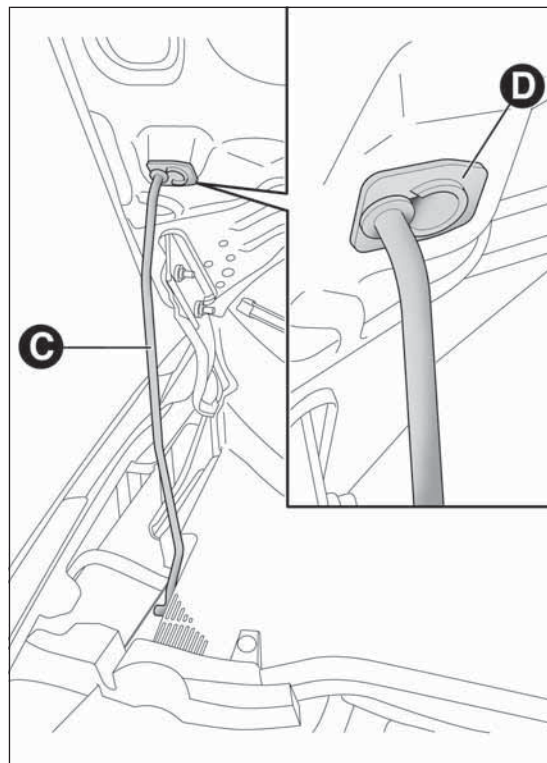

РИС. 69
- поднимите капот и одновременно извлеките опорную стойку С РИС. 69 из удерживающего устройства, вставьте конец стойки в гнездо D и переместите ее в меньшее отверстие крепежного зажима.
- одной рукой придерживайте капот, а другой выньте стойку С РИС. 69 из гнезда D и вложите ее в удерживающее устройство;